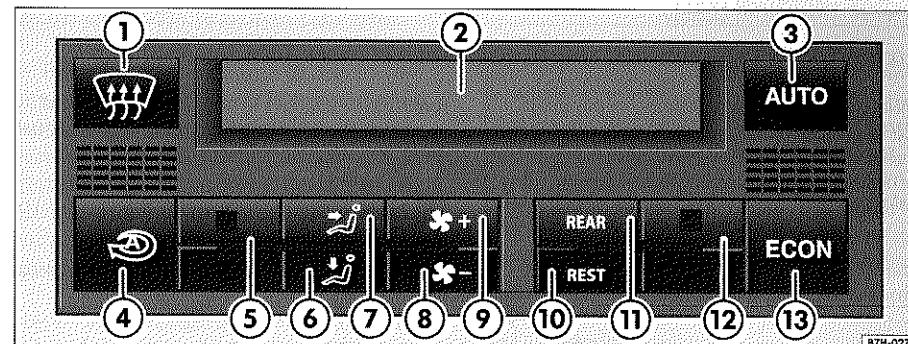

Fig. 11 3C-Climatronic en la Caravelle y el Multivan con volante a la derecha: mandos delanteros en el tablero de instrumentos
Presione una de las teclas de distribución de aire ⇒ fig. 11 ⑩ o ⑪ o una de las teclas de temperatura ⑤ o ⑫. La indicación [AUTO] desaparece de la pantalla ②. La temperatura se sigue regulando.